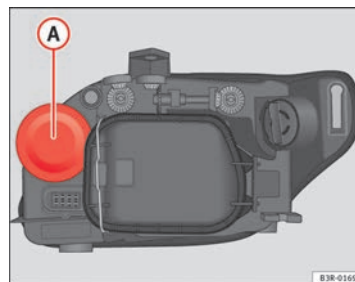

Fig. 219 Lámpara luz intermitente
- Extraiga la tapa de goma ⇒ fig. 219 tirando de ella.